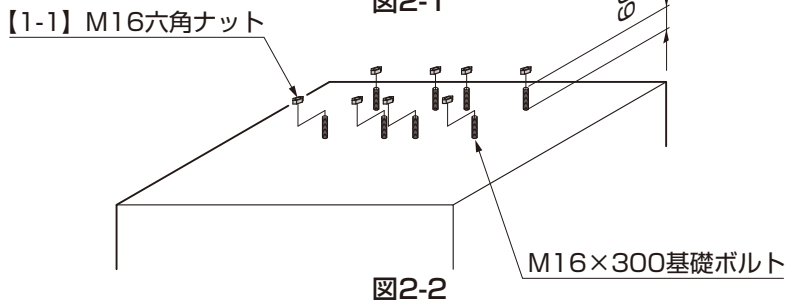

図2-2
- ③M16×300基礎ボルトをコンクリート面から60mm以上出してください。(図2-2参照)
- ④【1-1】を取付け、コンクリート面に当たるまで回してください。